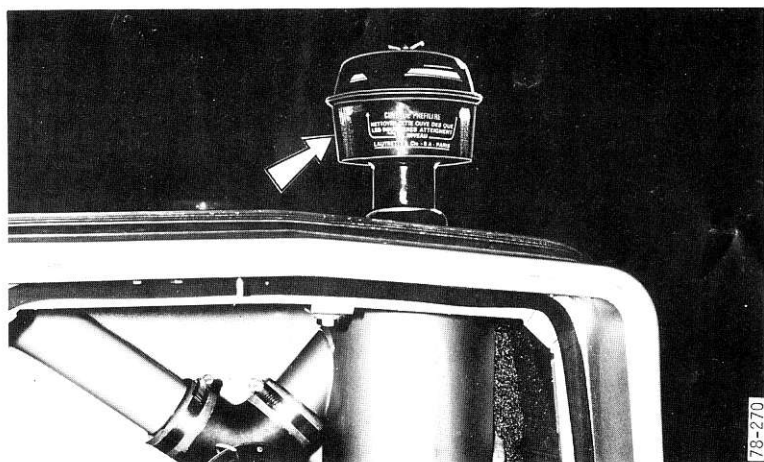

Fig. 1
- **Nettoyer le préfiltre à air** toutes les 10 heures ou chaque jour. Le préfiltre à air centrifuge est situé au-dessus du capot (Fig.1) Il prélève l'air dans une zone plus propre et permet d'espacer les nettoyages du filtre à air à bain d'huile.